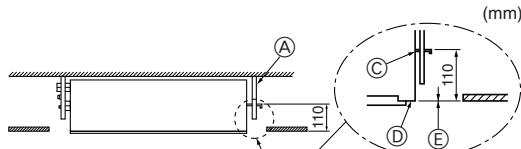

Fig. 2-9
5. Serrer tous les écrous. (Fig. 2-9)